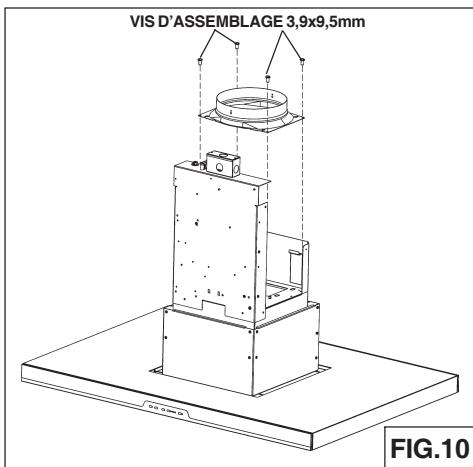

FIG.10
3. Fixer le collier d'évacuation au haut de votre hotte, la fixation a lieu au moyen des 4 vis (3,9x9,5mm) qui se trouvent à l'intérieur du sachet accessoires (Fig.10).